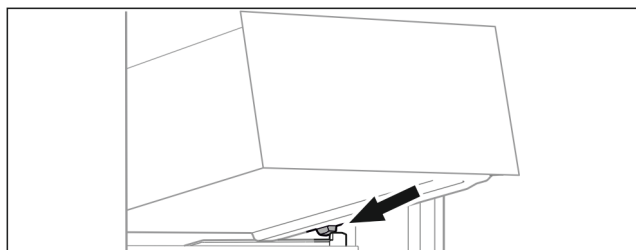

Fig. 119
- ▶ 将抽屉斜放在容器肋梁上的止动器后面。(参见 Fig. 119)